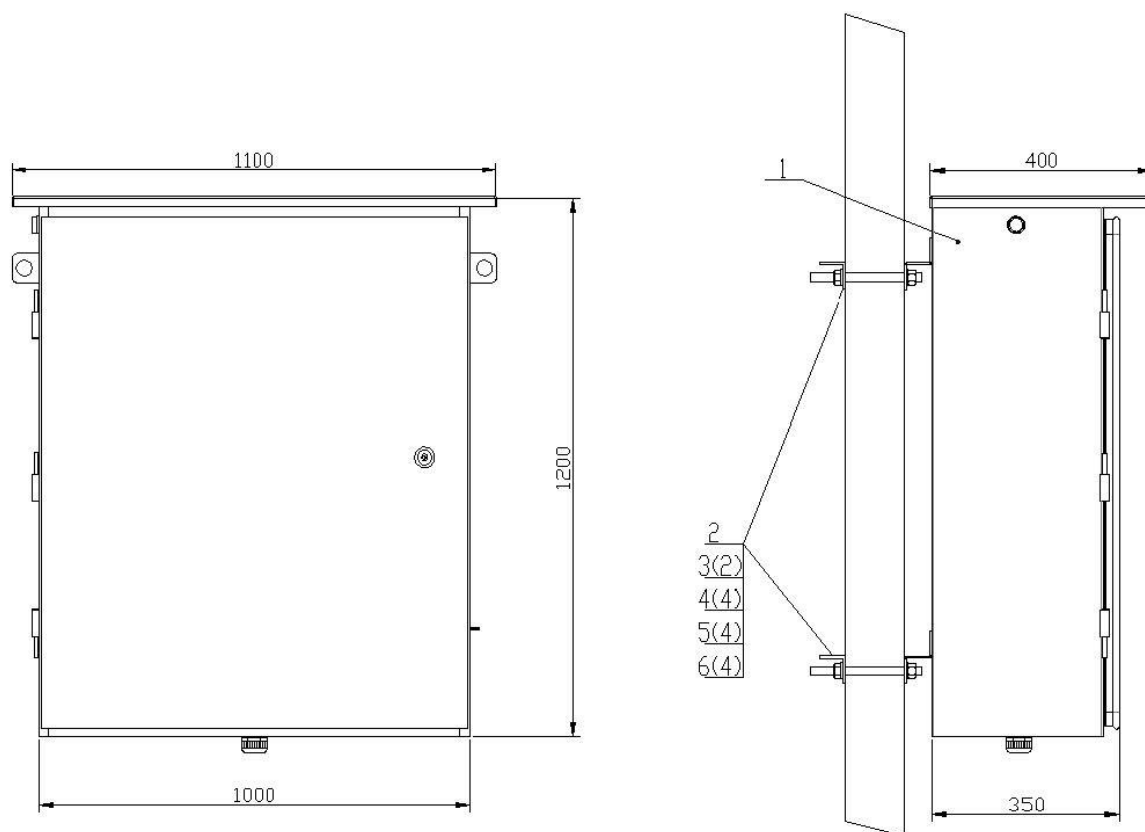

Рис. 5.Шкаф РУНН.
11.2. Двери шкафа РУНН поз.1 (Рис.5.ПриложениеГ) пломбируются предприятием-изготовителем.